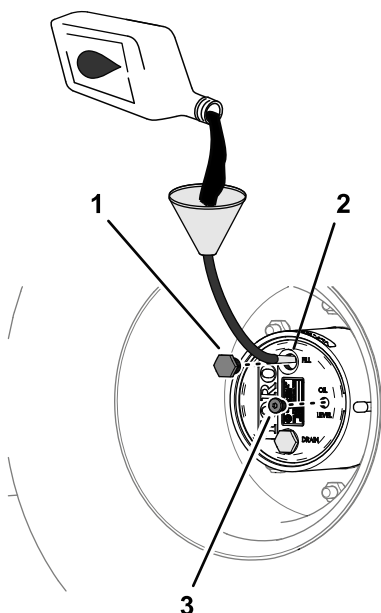

Figure 93
4. Si le niveau d'huile est trop bas, enlevez le bouchon de remplissage et ajoutez l'huile spécifiée jusqu'à ce qu'elle ressorte par le trou du bouchon de contrôle (Figure 93) ; voir Spécifications de l'huile du train planétaire \(page 76\).
6. Remettez en place les bouchons de remplissage et de contrôle (Figure 93).
1. Versez lentement l'huile pour engrenages spécifiée par l'orifice du bouchon de remplissage ; voir Figure 93 sous Contrôle du niveau d'huile du train planétaire \(page 76\).
3. Remettez en place les bouchons de remplissage et de contrôle ; voir Figure 93 sous Contrôle du niveau d'huile du train planétaire \(page 76\).